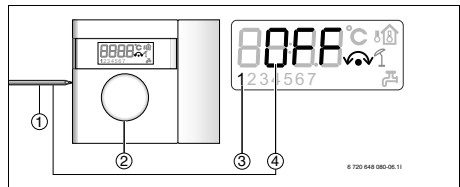

Fig. 47 Terminazione CAN-BUS LCD
**AVVISO:** L'ultima utenza CAN-BUS deve essere con terminazione. Vedere fig. 47 per l'impostazione della terminazione.